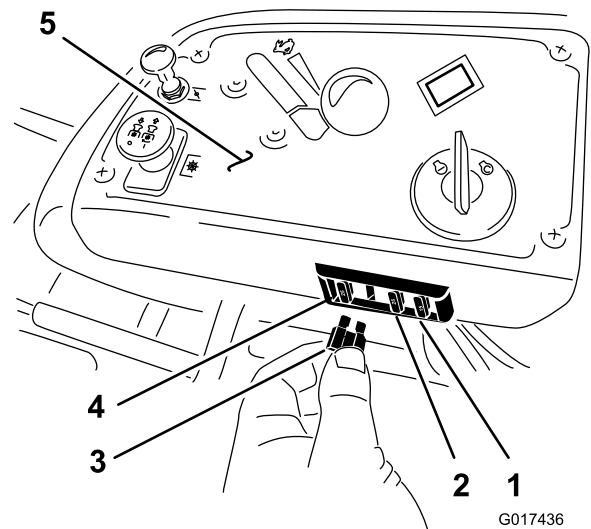

Figura 53
1. I fusibili sono posizionati sulla consolle destra vicino al sedile (Figura 53).
3. Montate un fusibile nuovo (Figura 53).